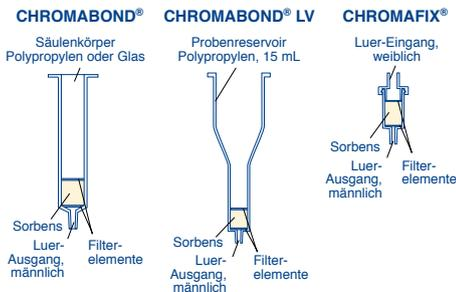

Abb. 2: Hardware-Optionen für CHROMABOND® und CHROMAFIX® Kartuschen
MACHEREY-NAGEL liefert solche Vakuumkammern in drei Ausführungen für max. 12, max. 16 oder max. 24 CHROMABOND® Säulen oder CHROMAFIX® Kartuschen (Abb. 2). Die Kammern bestehen aus einem rechteckigen Glastrog (1) mit einem Deckel (2) aus Polypropylen zur Aufnahme der Säulen oder Kartuschen und einer Vakuumanzeige (Manometer) (3). Mit Hilfe des Regulierventils (4) kann das gewünschte Vakuum eingestellt und auf dem Manometer abgelesen werden. Mittels der auswechselbaren Durchflusshähne (5) an der Deckeloberseite können Sie – falls erforderlich – das Vakuum für jede Säule einzeln regeln.